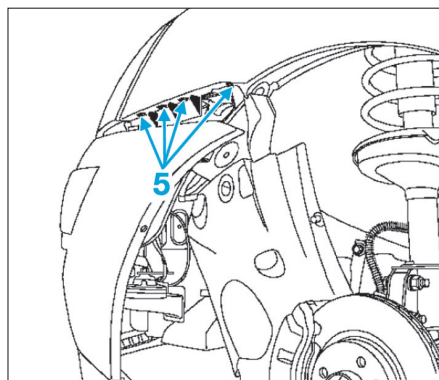

Fig. 5
- Dégager les quatre clips (5) de fixation latérale du bouclier (Fig.5).